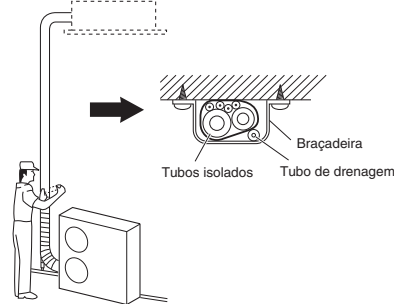

Fig. 5-8
- Prenda o fardo de tubagem na parede, utilizando 1 braçadeira aproximadamente cada metro. (Fig. 5-8)